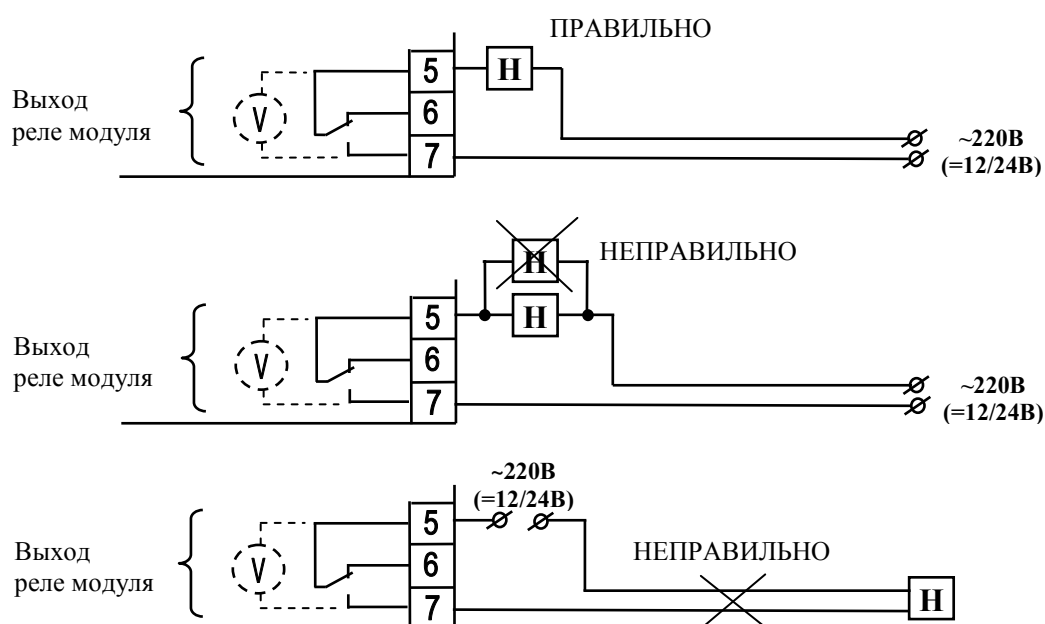

Рис.5. Особенности схемы подключения нагрузки к МАКС-У.
2.1.3. На рис. 5 показаны наиболее часто встречающиеся ошибки подключения нагрузки к контактам модуля. На рисунке представлен также принцип контроля цепи управления, который условно
Как демонстрирует рис.5, модуль обеспечивает контроль исправности цепи только одной подключенной нагрузки – обрыв цепи второй нагрузки обнаружен не будет.
При этом для эффективного контроля исправности нагрузки и цепи управления рекомендуется устанавливать модуль вблизи нагрузки (см. рис.2-4). При работе с удаленной нагрузкой, как показано на рис.5, короткое замыкание в проводах, питающих нагрузку, обнаружено не будет.